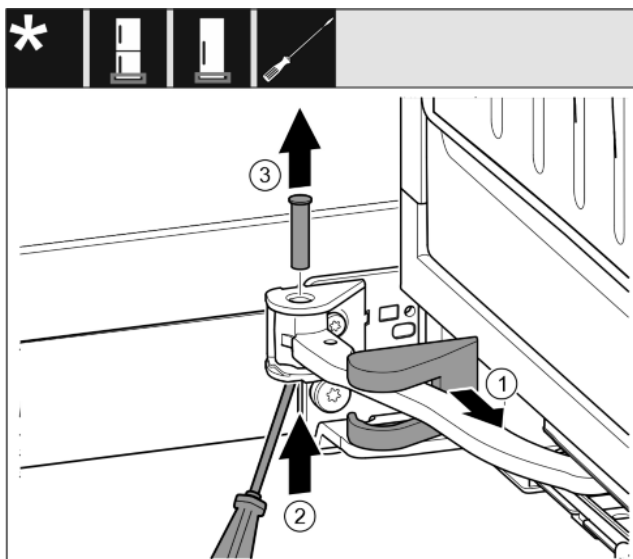

Fig. 12
- ▶ Skinite pokrov podloška ležaja i pomaknite ga uzduž zgloba. Fig. 12 (1)
- ▶ Prstom ili odvijačem podignite odozgo svornjak. Fig. 12 (2)
- ▶ Gurnite odvijač ispod glave svornjaka i izvucite je. Fig. 12 (3)